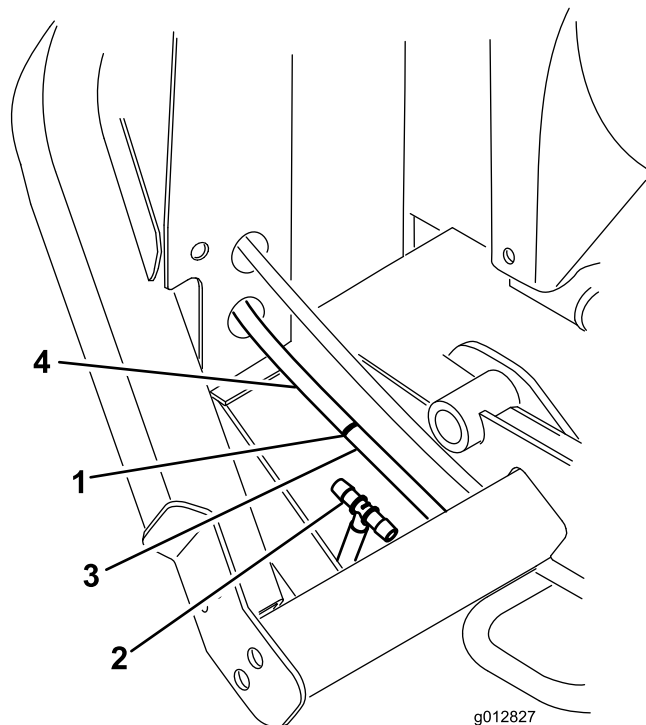

Figura 17
- B. Mida aproximadamente 12,7 cm desde el bastidor del radiador y corte la manguera de retorno del enfriador de aceite (Figura 17).